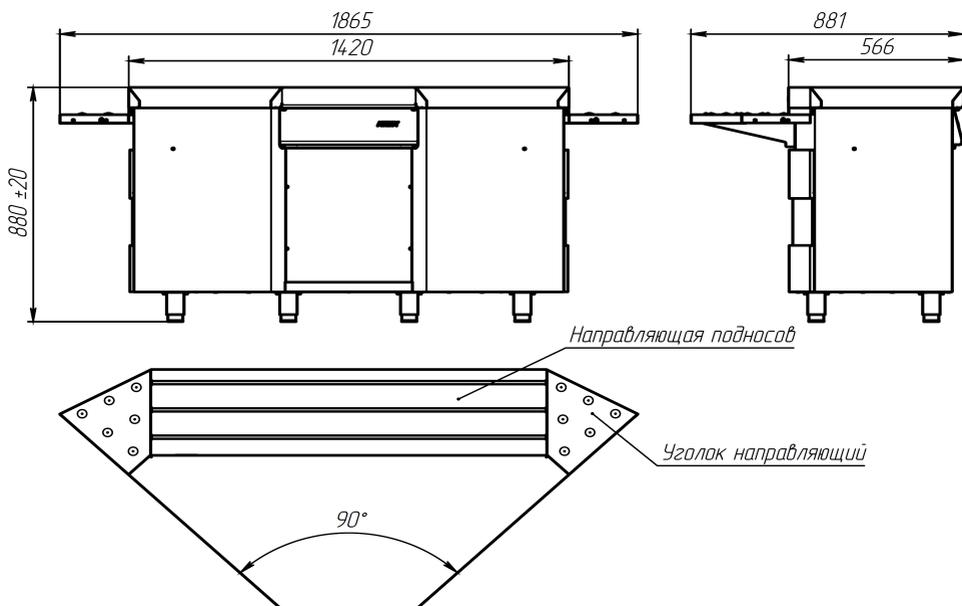
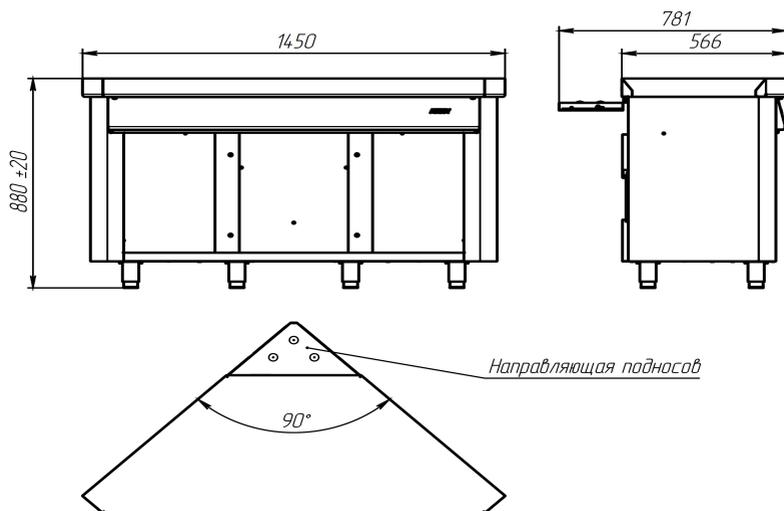

Рисунок 1
Рисунок 2
1.3.2.1 В линии раздачи питания «Ривьера» имеются поворотный модуль внутренний ПМВН-90-02 (см. рисунок 1) и поворотный модуль внешний ПМВШ-90-02 (см. рисунок 2). Со стороны обслуживающего персонала поворотные модули имеют открытые ниши, которые можно использовать для хранения инвентаря. Уголок направляющий (2шт.) поворотного модуля внутреннего (рисунок 1) крепится к направляющей подносов поворотного модуля и направляющей подносов соседнего модуля. Направляющая подносов поворотного модуля внешнего (рисунок 2) крепится к направляющим подносов соседних модулей.